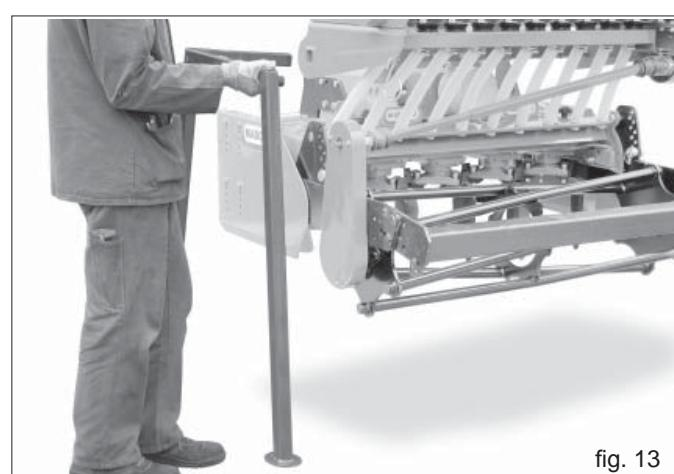

fig. 13
- 8) Extraiga los pies de estacionamiento (Fig. 13).